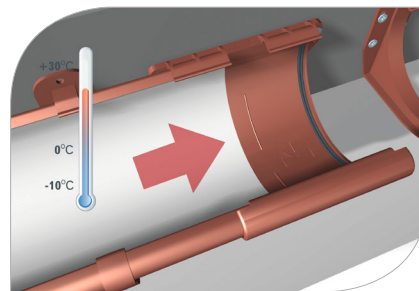

рис. 6
- 1.10 Для обеспечения возможности термического расширения в соединителях и углах следует установить конец желоба согласно вспомогательным линиям **(рис. 6)**